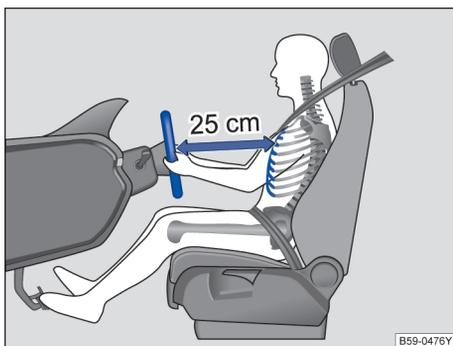

图 20 驾驶员与方向盘之间至少保持为 25 cm 的距离
- 调节方向盘，使驾驶员胸部与方向盘之间至少保持 25 cm 的距离→图 20。